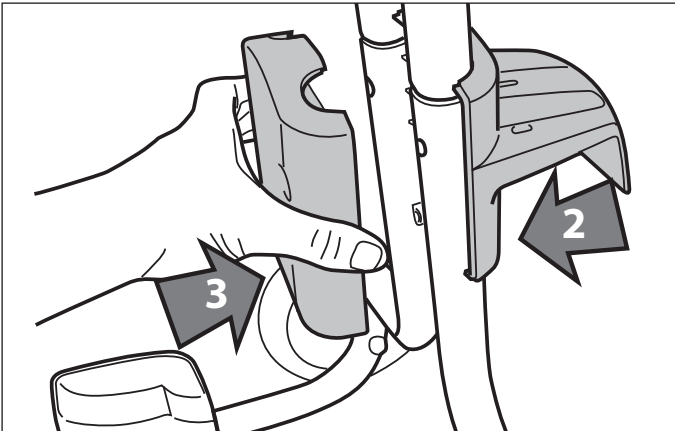
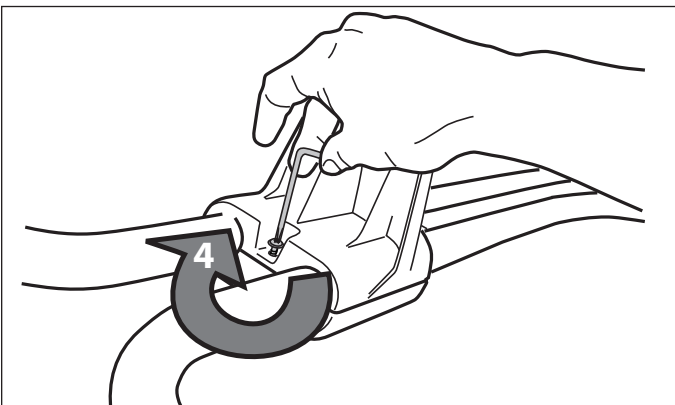

Figure 3. Positionner le crochet du câble d'alimentation inférieur
Figure 4. Fixer correctement le crochet du câble d'alimentation inférieur
2. Placer le crochet du câble d'alimentation inférieur comme illustré à la Figure 3. Placer la plaque du crochet du câble face au crochet du câble d'alimentation. Fixer solidement à l'aide d'une vis, puis serrer avec la clé Torx® (fournie avec l'appareil). Se référer à la Figure 4.